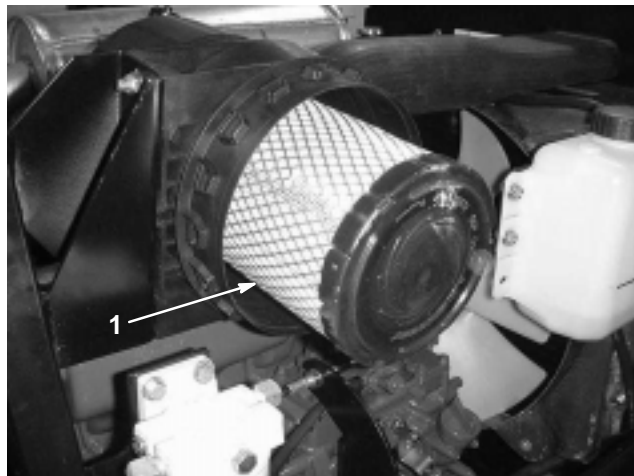
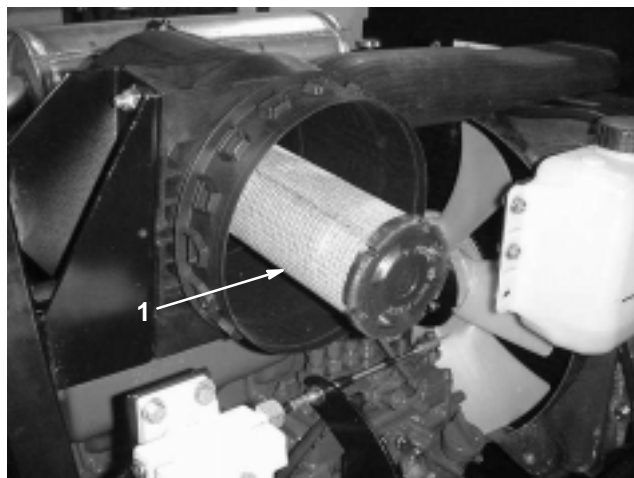

Figure 29
Figure 30
2. Sortez l'élément primaire (Fig. 29) du corps du filtre avec précaution pour ne pas déloger trop de poussière. Evitez de cogner l'élément contre les parois du filtre. N'enlevez **pas** l'élément de sécurité (Fig. 30).
Important N'essayez jamais de nettoyer l'élément de sécurité (Fig. 30). Remplacez-le une fois sur trois, quand vous effectuez l'entretien de l'élément primaire.